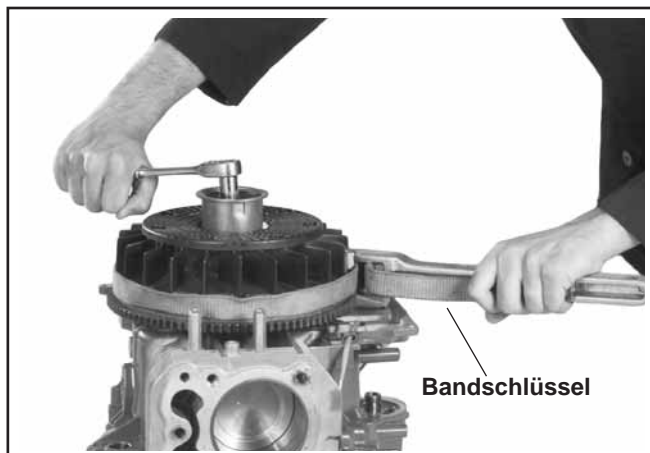

Abbildung 9-37. Ausbau von Schwungradmontageschraube und Antriebsaufsatz.
1. Entfernen Sie die Sechskantschraube, Flachscheibe und Antriebsaufsatz des Seilzuganlassers\*. Siehe Abbildung 9-37.